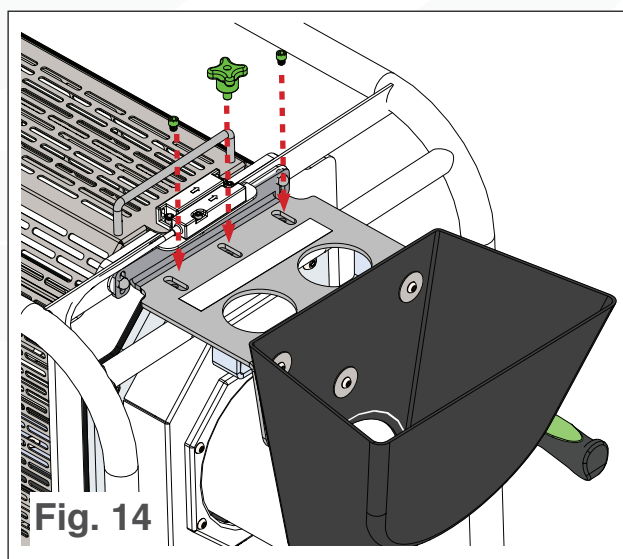

Fig. 14
3. Asegure el resto de la tolva al soporte de montaje de la tolva con pernos y la perilla giratoria de la tolva (vea la Fig. 14).